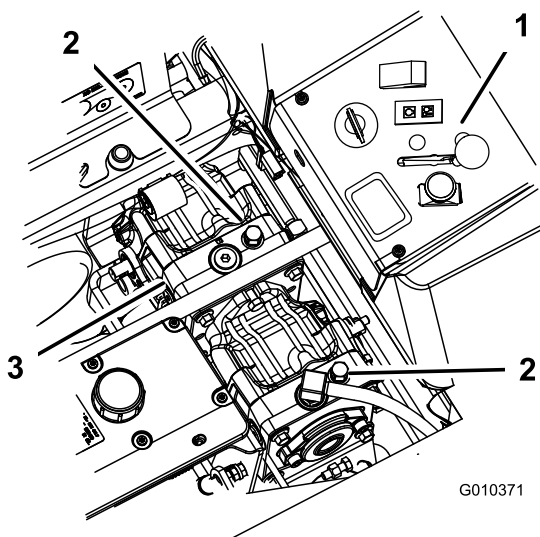

Figura 37
Gire las válvulas de desvío una vuelta en sentido horario para conducir la máquina (Figura 37).
2. Gire las válvulas de desvío una vuelta en sentido antihorario para empujar la máquina (Figura 37).